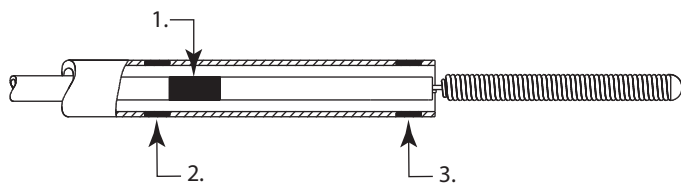

Рисунок 2
8. Продолжайте продвигать вперед отсоединяемую спираль AXIUM™, пока метка совмещения спирали на толкателе имплантата не окажется чуть дистальнее проксимальной метки на микрокатетере (см. рисунок 2).